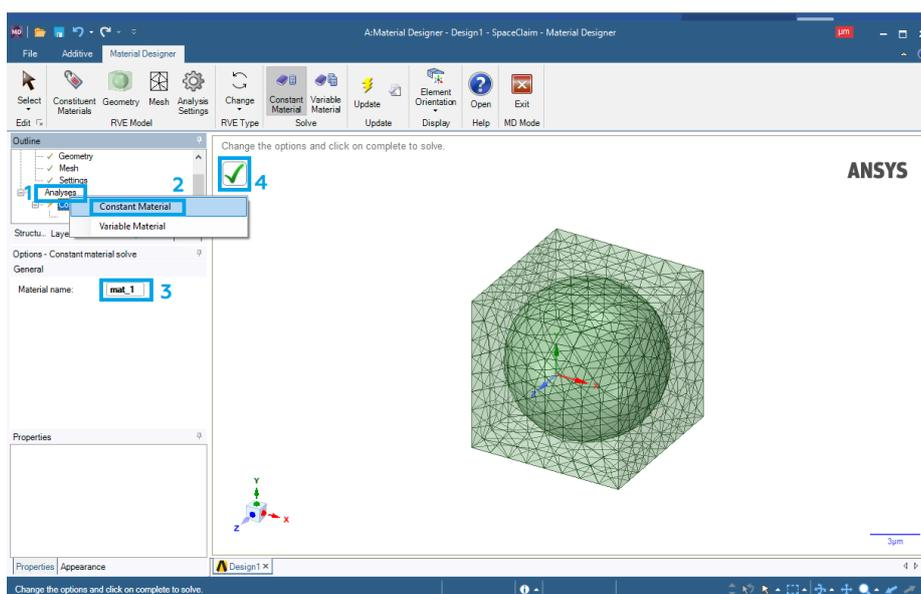

Рис. 10. Создание сетки объемного элемента
9. Присваиваем название созданному объемному элементу (рис. 10). Для этого нажимаем правую кнопку мыши (ПКМ) на *Analyses* (1) – *Constant Material* (2), вводим название материала (3) и нажимаем на галочку (4). Закрываем окно *Material Designer*.